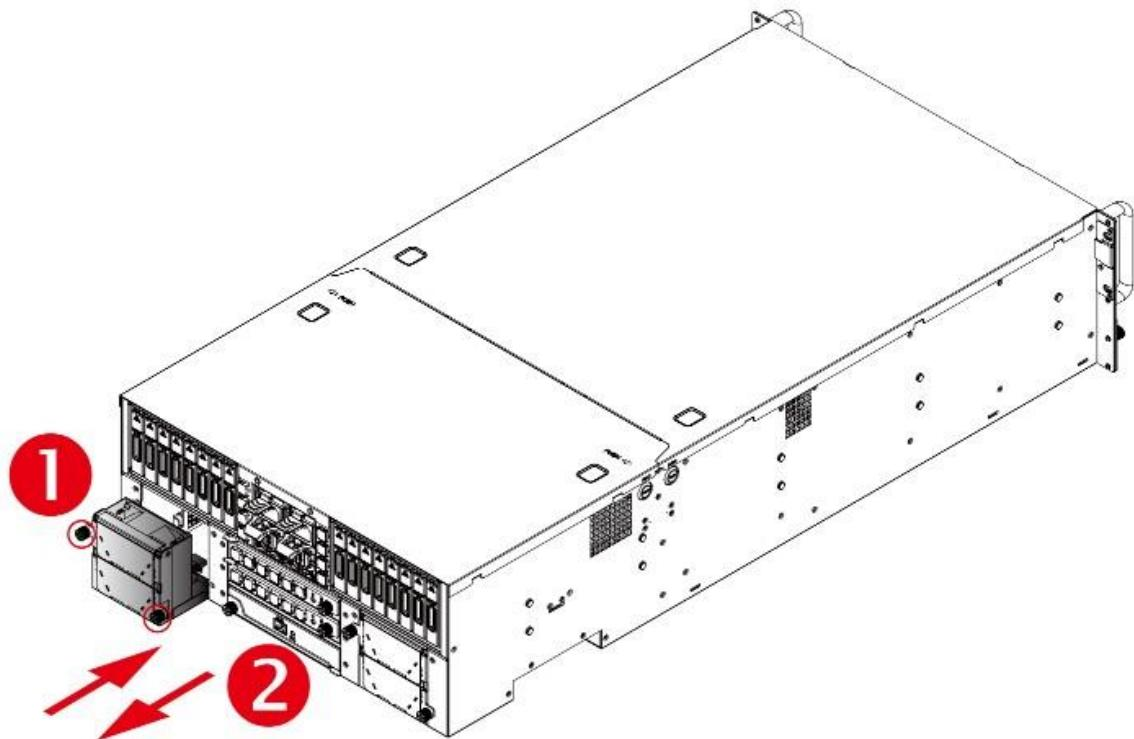

Рисунок 170. Демонтаж и монтаж модуля вентилятора
2. Потяните модуль из лотка вентилятора, пока он не выйдет из шасси корпуса (см. Рисунок 170).